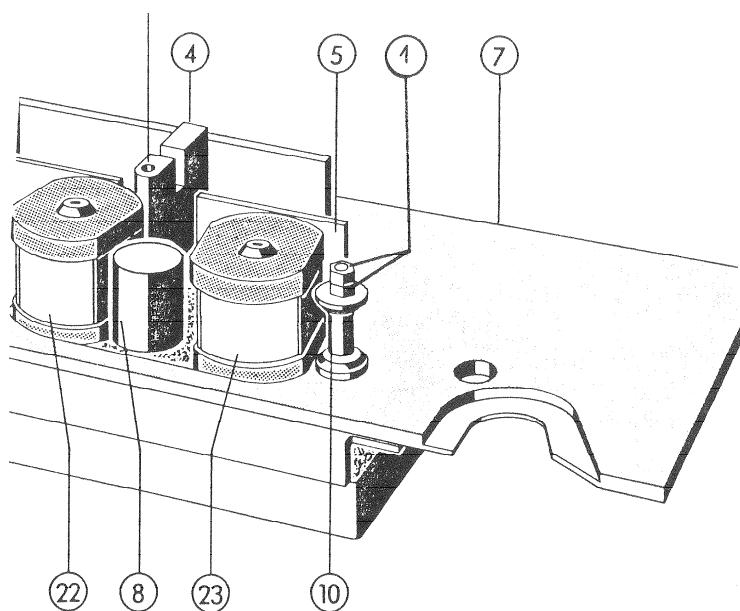

Fig. 2
Rechter Bandführungsbolzen ⑩ (Fig. 2) durch Lösen der 7 mm Mutter von unten ausbauen.
Klemmt der Bandführungsbolzen in der Abdeckplatte ⑦ (Fig. 2), so kann er nach dem Ausbau der kompletten Deckleiste (siehe Punkt 9) durch einen leichten Schlag mit einem Plastikhammer entfernt werden.
- Wichtig:** Niemals die Muttern ① (Fig. 2) lösen, da sonst die Führung ohne die nötigen Lehren nicht mehr eingestellt werden kann.
Remove the right-hand side tape guide bolt ⑩ (fig. 2) by loosening the 7 mm nut on the bottom of the headblock assembly. If the tape guide bolt is frozen in the headblock cover plate ⑦ (fig. 2) then knock it out carefully with a plastic hammer. (remove the whole coverstrip see point 9).
Important: Never loosen the nuts ① (fig. 2) because it is impossible to align the tape guide without the required gange.
Führungsbolzen (10) (Fig. 2) wieder montieren.
- 20.) Kopfträgerabdeckung (1) montieren. Falls die Führungsrolle am Deckel ansteht, dieselbe ausrichten.
Mount guide bolt (10) (fig. 2)
- 20.) Mount head coverplate (1). Should the antiscrape flutter roller not fit properly into the special cutout of the head-cover plate, turn it to a centered position.